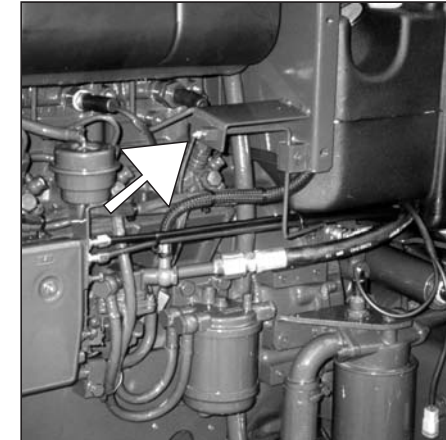

Fig. 64
- Efter noggrann rengöring, skruva loss avluftningsventilen (fig. 64) ett halvt varv.